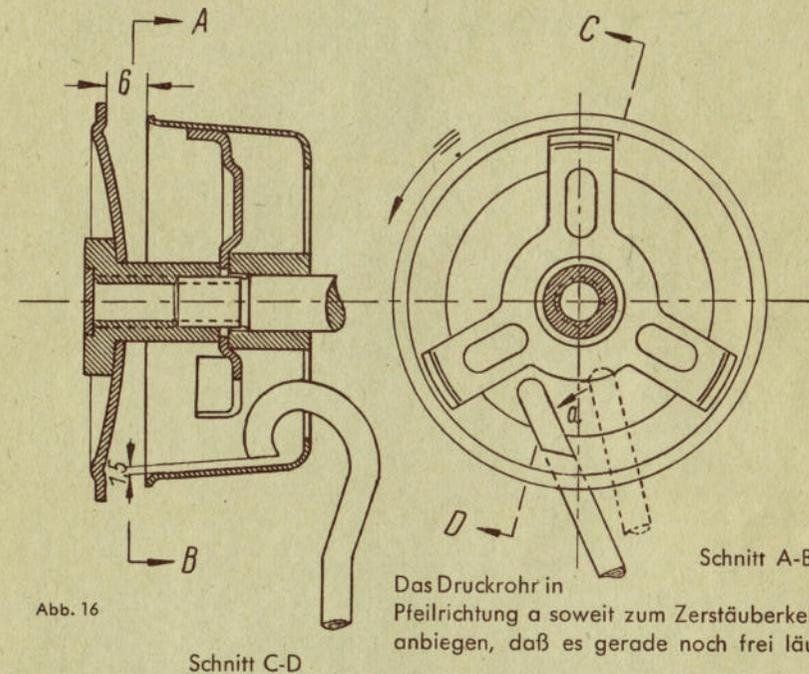

Abb. 16
1. Nachdem das Pumpengehäuse (9) vom Motorgehäuse durch Öffnen von drei Schrauben getrennt ist, wird das Zerstäuberschild (12) abgeschraubt (Rechtsgewinde) und der Zerstäuber abgenommen.
2. Durch Lösen der Befestigungsschrauben des Ölzuflußbröhrchens und der Pumpenverschraubung (11) kann der Verbrennungsluftläufer (13) abgezogen werden.
3. Öffnen der vier Schrauben (10), worauf die Pumpe aus ihrem Gehäuse genommen werden kann.
4. Die Montage der Pumpe erfolgt in der umgekehrten Reihenfolge, wobei zu beachten ist, daß das Druckrohr die richtige Stellung zum Zerstäuber erhält und der Abstand zwischen Zerstäuber und Zerstäuberschild eingehalten wird (siehe Abbildung 16).